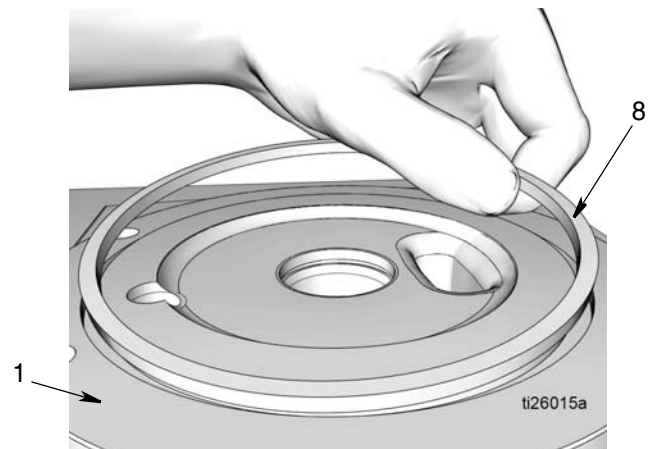

图 29
- 从泵底座 (1) 上拆下方 O 形圈 (1) (图 29)。根据正确处置的所有相关规定，处置 O 形圈。